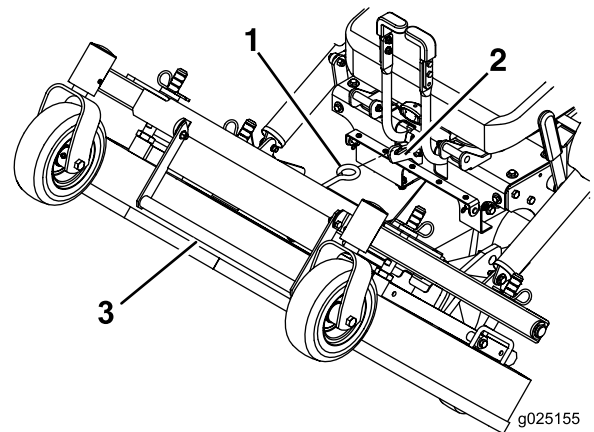

Figure 12
6. À l'aide de la poignée de levage du plateau, soulevez le plateau et verrouillez-le en position levée (le verrou se trouve à l'avant, au centre du siège) comme montré à la Figure 12.
1. Tenez fermement la poignée de verrouillage du plateau, décrochez le verrou de la machine et abaissez doucement le plateau de coupe au sol (Figure 12).